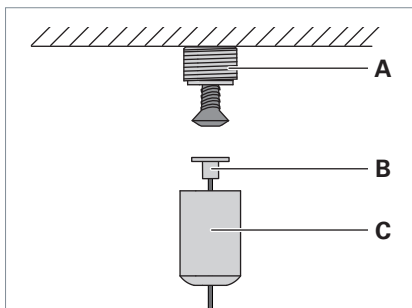

Fig. 10: Monter la fixation pour plafond.
- ▶ Vissez au plafond le filetage **A** à la distance **a** par rapport à la fixation pour plafond montée auparavant en utilisant une vis appropriée, voir Tab. 2 et Fig. 10.